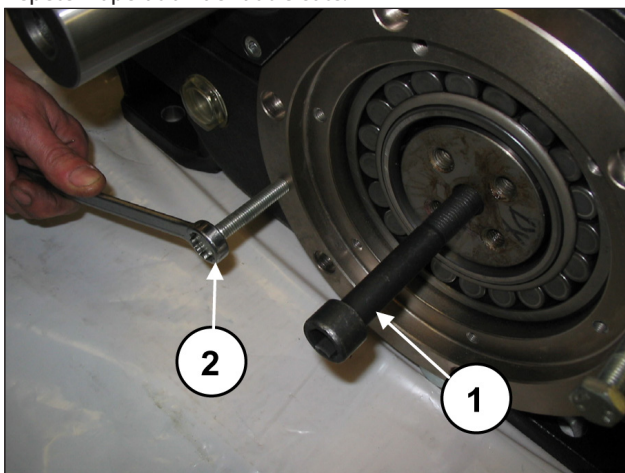
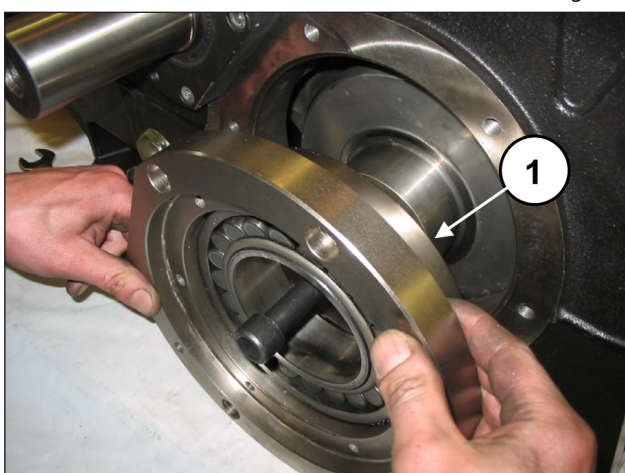

Fig. 23
Fig. 24
Fixer une tige filetée M16 à une extrémité du vilebrequin. (rep. ①, Fig. 23) et, en le maintenant vers le haut, retirer le couvercle porte-roulement avec roulement et joint torique (rep. ①, Fig. 24). Pour faciliter le démontage, utiliser 2 goujons ou vis M10 (rep. ②, Fig. 23) avec la fonction d'extracteurs. Répéter l'opération de l'autre côté.